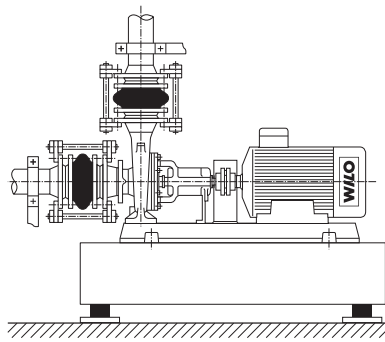

Fig.10: Racordarea fără tensiune a pompei
- **Este interzisă transmiterea de forțe de la conductă la pompă. Acestea trebuie captate imediat înainte de pompă și racordate fără tensiune (a se vedea Fig. 10).**
- **Dilatarea conductelor odată cu creșterea temperaturii se va compensa prin măsuri adecvate (a se vedea Fig. 10). Incluziunile de aer în conducte se vor preveni prin instalații corespunzătoare.**